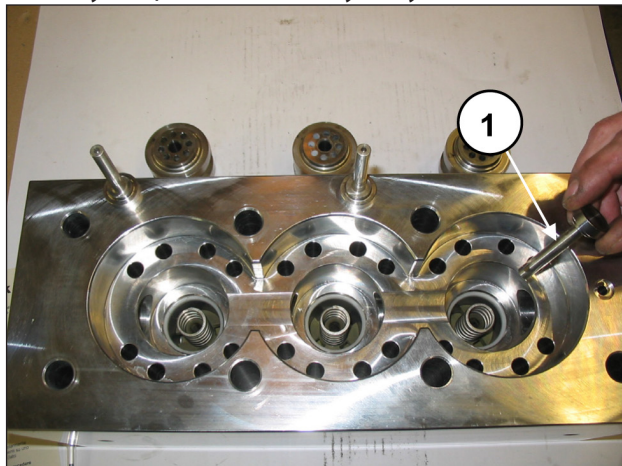
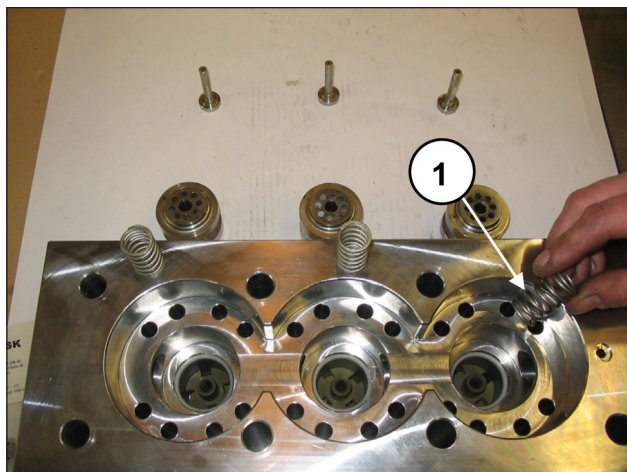
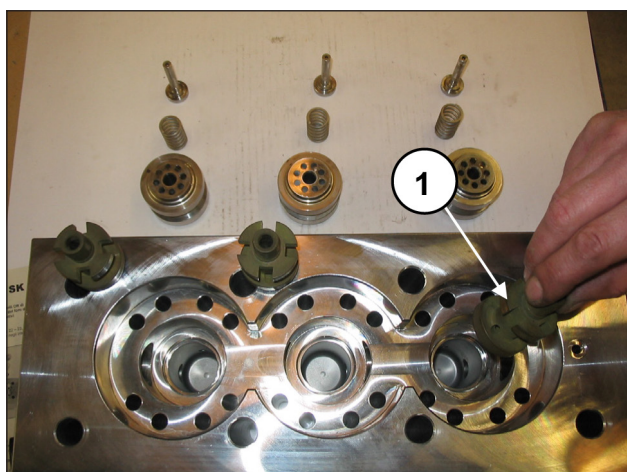

Рис. 117
Рис. 118
Рис. 119
Выньте тарелки нагнетания (поз. ①, Рис. 117) и соответствующие направляющие (поз. ①, Рис. 119) с соответствующими пружинами (поз. ①, Рис. 118), проверьте их степень износа и замените при необходимости или по прошествии интервала, указанного в разделе 11 *руководства по эксплуатации и техническому обслуживанию*.